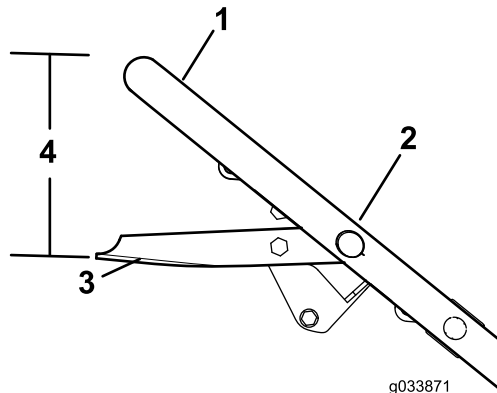

Figura 28
3. Sostenga la barra de control de las cuchillas a 19 cm (75/8" ) desde la parte superior del manillar como se muestra en Figura 28.